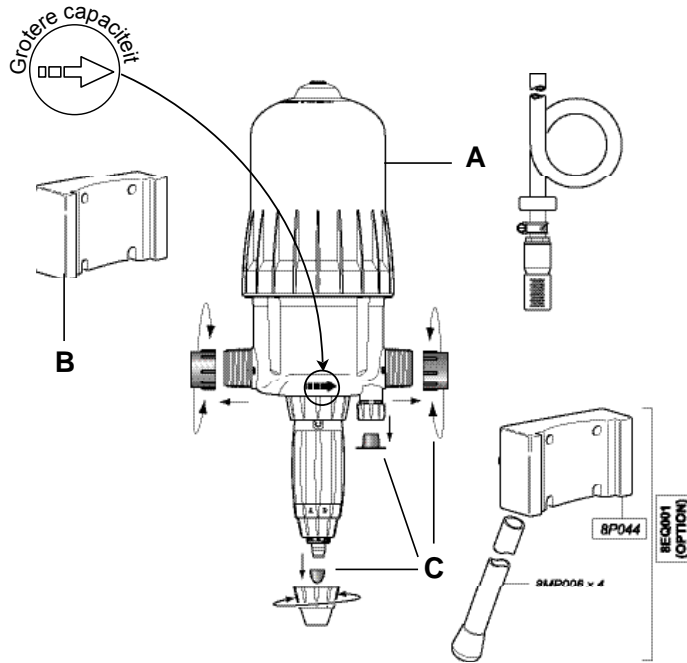

Fig. 1
- Monteer de zwaluwstaarten van de Dosatron (Fig. 1-A) op de muursteun (Fig. 1-B).
- Bevestig de DOSATRON in de steun door de nokjes (Fig. 1-C) op de plasticlem in de gaten van de steun te klikken..